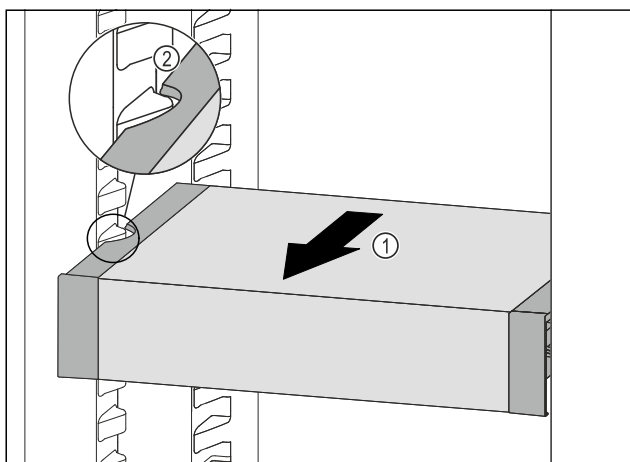

Fig. 148
- Изтеглете VarioSafe напред Fig. 148 (1), докато страничните прорези на VarioSafe се намират на височината на ребро на съда в хладилната част. Fig. 148 (2)